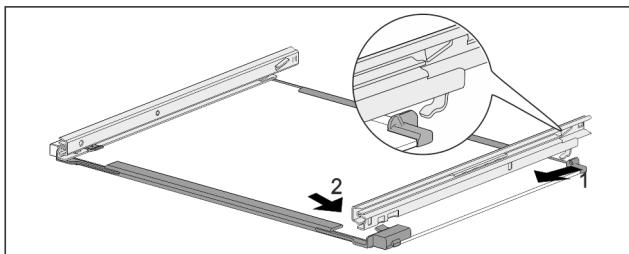

Fig. 78 Steklena plošča z vodili
- Vodilo obesite na kavelj na zadnji strani. Fig. 78 (1)
- Vodilo zaskočite na sprednji strani. Fig. 78 (2)